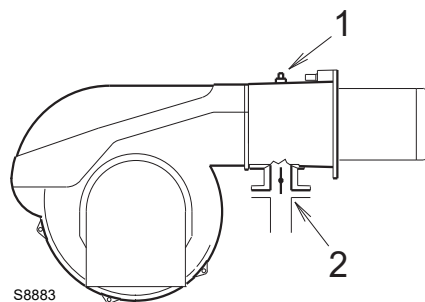

Abb. 26
Gasdruck gemessen an Anschluss 1)(Abb. 26), mit:
Strömungsverlust Gasdrossel 2)(Abb. 26) bei maximaler Öffnung: 90°.
- Ziehen Sie vom Gasdruck am Anschluss 1)(Abb. 26) den Druck in der Brennkammer ab.
Zur Ermittlung des für den an der Entnahmestelle 1)(Abb. 26), erforderlichen Gasdrucks, nachdem die gewünschte Leistung des Brenners festgelegt wurde:
- Rechts, in Spalte 1, den Druck an der Entnahmestelle 1)(Abb. 26) ablesen
erforderlicher Druck an der Entnahmestelle 1)(Abb. 26).